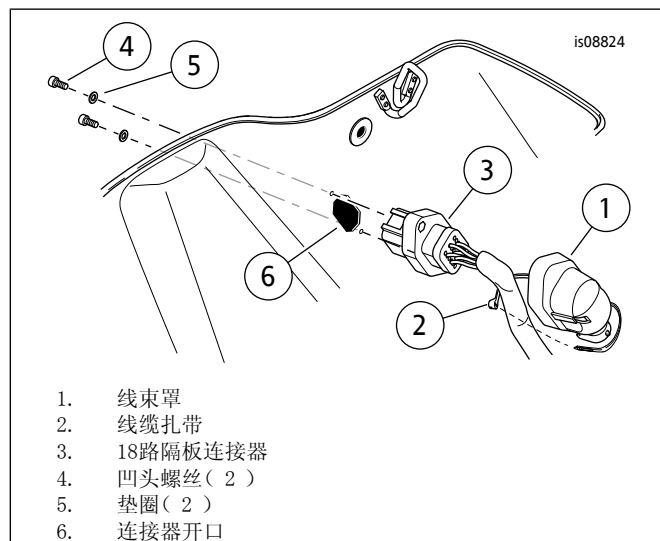

图4。将18路连接器和罩安装到左侧边箱
- 参见图4。将边箱线束上的18路隔板连接器插针侧（3）从内侧穿过连接器开口（6）。用两个凹头螺丝（4）和垫圈（5）从边箱外侧固定连接器。拧紧。